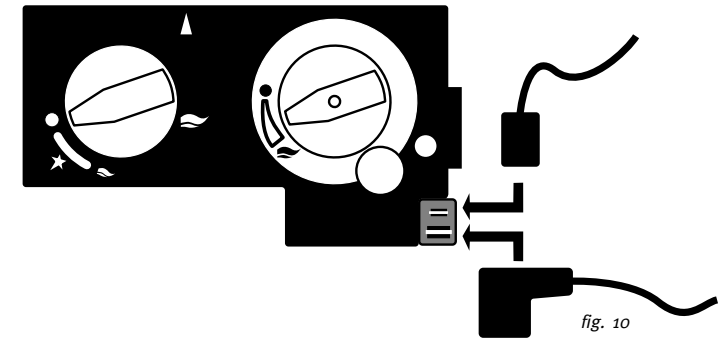

fig. 10
3. Sluit het ontvangstkastje aan op het regelblok (zie fig. 10) met behulp van de stekertjes.